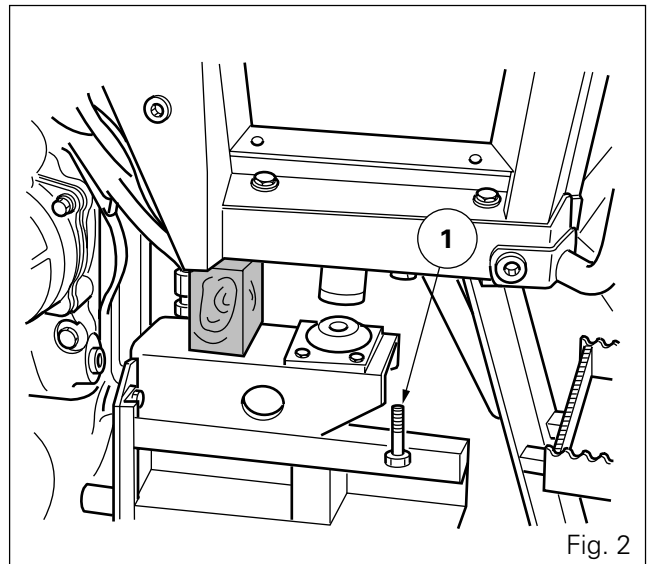

Fig. 2
9. Déposer la boîte à outils et les deux vis (1) des silent-blocs sur les supports cabine droit et gauche. Soulever légèrement la cabine et la caler (moteur 4 cyl.) (Fig. 2).
17. Positionner la cabine sur ses supports . Monter les vis (1) des silent-blocs (Fig. 2) et les serrer à 200 - 270 Nm, Loctite 270.